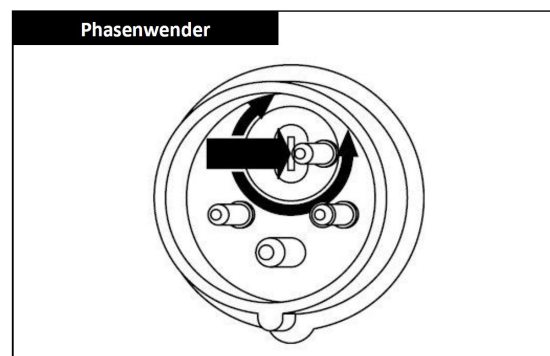

Abb. 6: Phasenwender
Schritt 4: Bei Ausstattung mit einem Phasenwender (Abb. 6) gegebenenfalls die Drehrichtung am Phasenwender korrigieren. Anschließend die Drehrichtung nochmals prüfen.